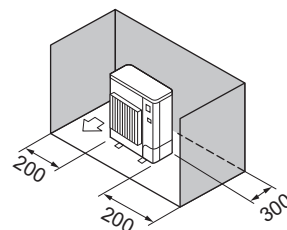

Fig. 2-9
- ③ Перешкоди лише ззаду та з боків (Fig. 2-9)